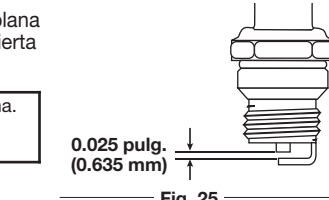

Fig. 25
1. Detenga el motor y déjelo enfriar. Con un destornillador de cabeza plana o Torx T-25, quite los seis (6) tornillos en la parte posterior de la cubierta del motor (Fig. 25).
4. Reemplace la bujía si está rajada, corroída o sucia. Ajuste la abertura de la bujía a **0.025 pulgadas (0.635 mm)** con la ayuda de un calibrador de hoja (Fig. 25).